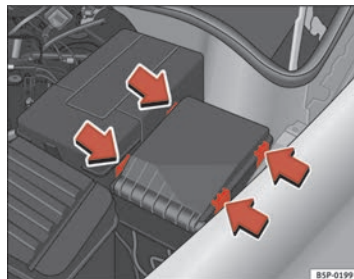

Fig. 161 Tapa de la caja de fusibles en el compartimiento motor
- Retire la tapa de fusibles del compartimento del motor haciendo presión sobre las lengüetas hacia el centro de la tapa ⇒ fig. 161. ►